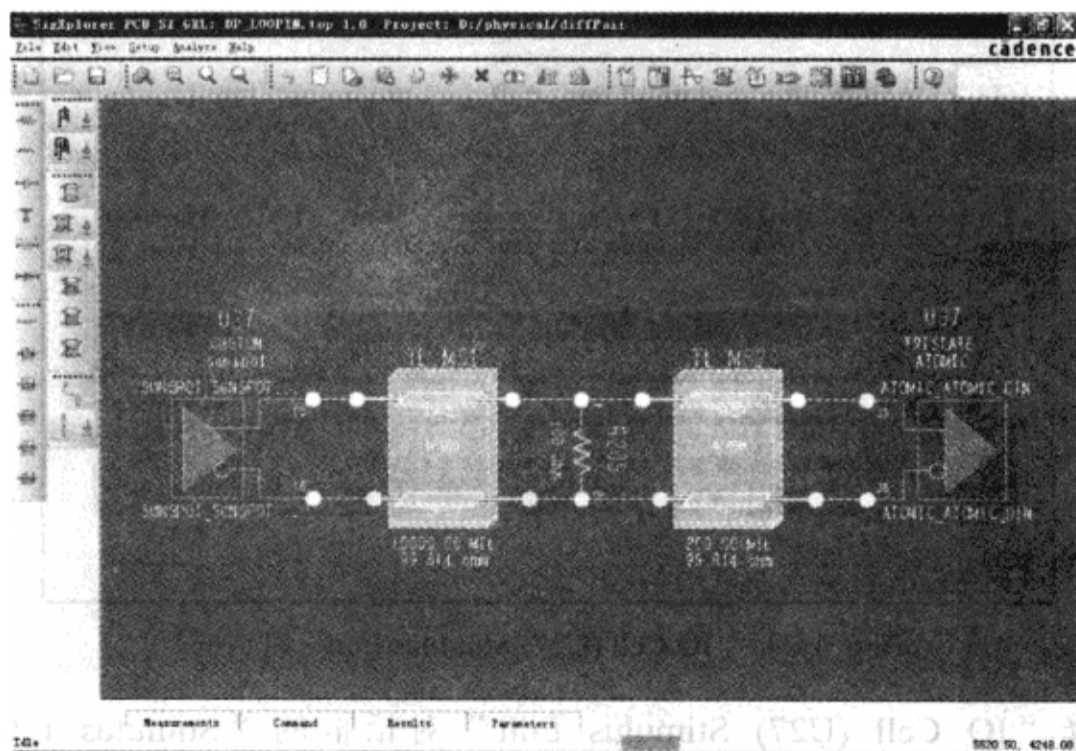

图 6-4-28 重新连接拓扑
(9) 单击“Close”按钮，关闭“View Trace Model Parameters”窗口。
(10) 从“SigXplorer”窗口单击 TL1 和 TL2→执行菜单命令“Edit”→“Delete”，删除理想耦合传输线模型。
(11) 从“SigXplorer”窗口单击 TL\_MS1 和 TL\_MS2→执行菜单命令“Edit”→“Move”移动 TL\_MS1 和 TL\_MS2 到原来 TL1 和 TL2 的位置→重新连接拓扑，如图 6-4-28 所示。